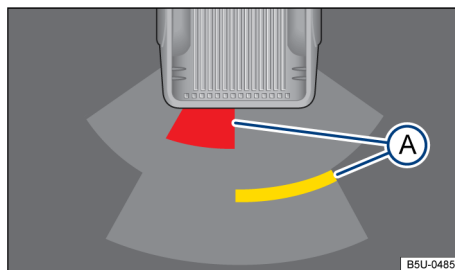

Fig. 90 Presentación del display del control de distancia de estacionamiento (display a color): (A) obstáculo reconocido en el segmento.
Dependiendo de la versión del vehículo, se mostrará en el display de la radio (no disponible para algunas versiones) → **fig. 90** la zona registrada por los sensores de ultrasonido en la parte trasera (A) del vehículo. Posibles obstáculos se exhiben tomando el vehículo como punto de referencia → ⚠️. Al mismo tiempo, suenan señales sonoras.
- (A) Área examinada detrás del vehículo.